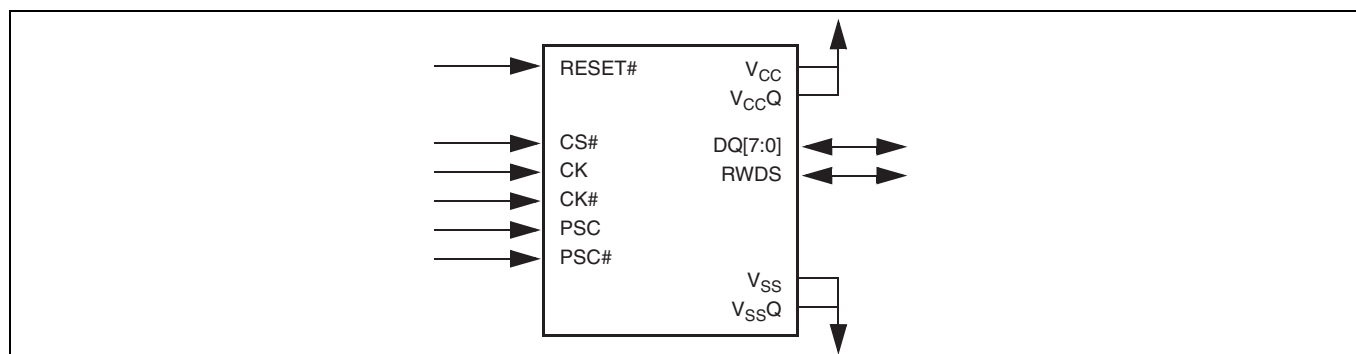

Figure 37 DCARS を備えた HYPERBUS™ 製品の信号図
73. この図は、クロックジッタとクロックから出力への遅延の不確実性の影響を受けるデータの有効期間をより明確に示すために、Figure 37 のデータ転送部分の拡大図を示しています。